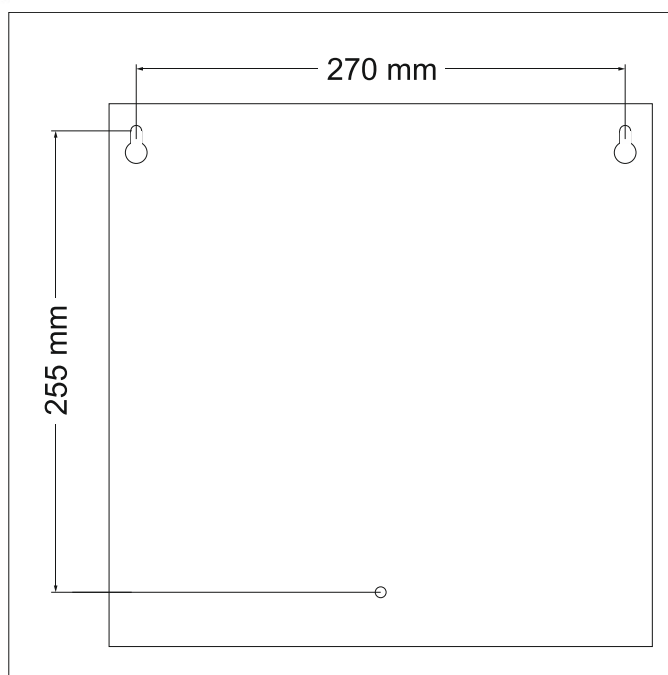

Рис.3.4.
3.9. Внешний вид и расположение крепежных отверстий **БПОС101-2-АА-В** приведены на рис.3.4.